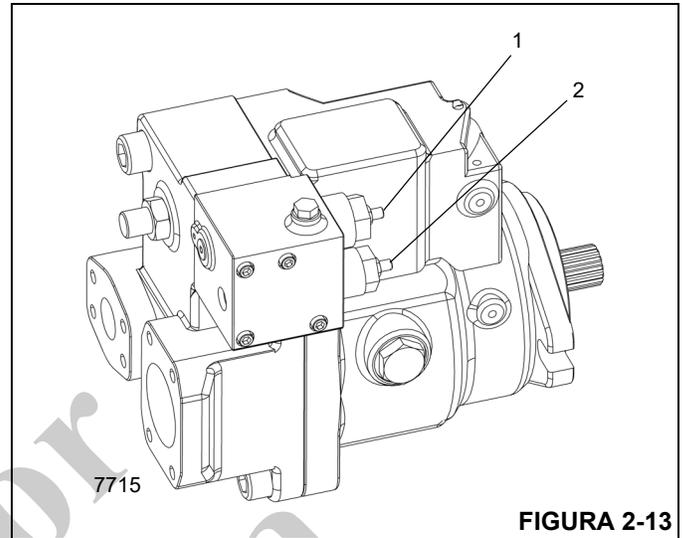

FIGURA 2-13
Si la presión de margen no es correcta, ajuste el tornillo de ajuste (2, Figura 2-13) de detección de carga (LS) en la bomba. Gire el tornillo (2) de ajuste en sentido horario para aumentar el valor; cada vuelta aumenta 18.9 bar (275 psi). Apriete la contratuerca a 12 lb-pie para asegurar el ajuste.
3. Si la presión máxima no es la correcta, ajuste el tornillo de ajuste de compensación de presión (PC).
- Afloje la contratuerca y gire el tornillo de compensación de presión (1, Figura 2-13) en sentido horario para aumentar el ajuste; cada vuelta aumenta 99.9 bar (1450 psi). Apriete la contratuerca a 16.2 Nm (12 lb-pie) para asegurar el ajuste.
- Si la presión de LSRV no es correcta, ajuste el tornillo de la LSRV. Afloje la contratuerca y ajuste el valor. Gire el tornillo de ajuste de compensación de presión (1, Figura 2-13) en sentido horario para aumentar el valor; cada vuelta aumenta 58.6 bar (850 psi). Apriete la contratuerca a 5.4 Nm (4 lb-pie) para asegurar el ajuste.